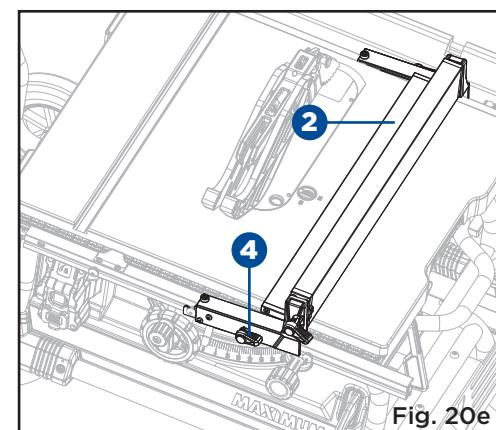

Fig. 20e
- Fixez le guide de refente sur les vis de positionnement intermédiaire (avant et arrière) du rail de guide à l'aide des boutons de verrouillage (4). (Fig. 20e)